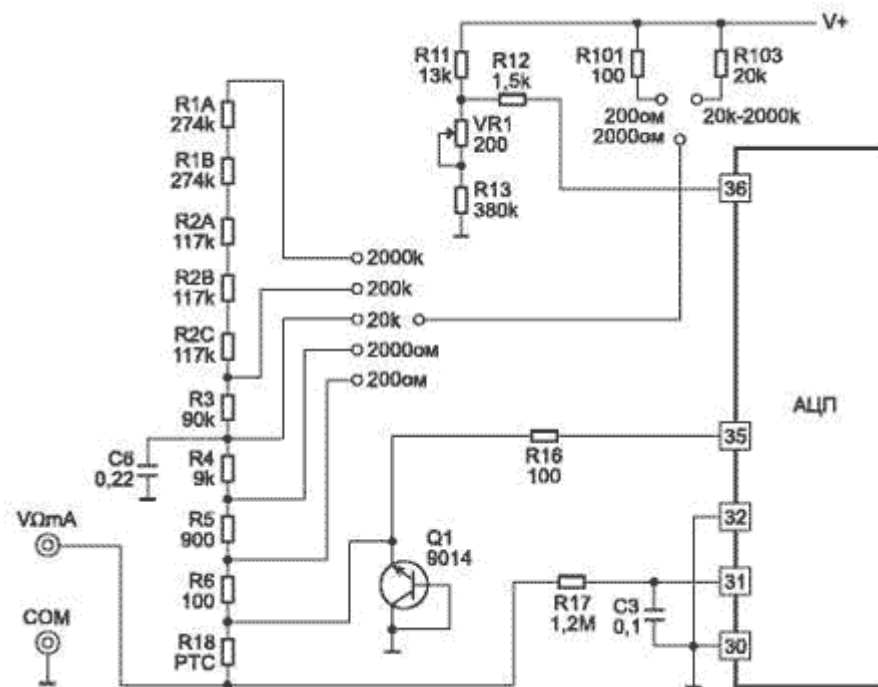

Рис. 6. Упрощенная схема мультиметра в режиме измерения сопротивления
Упрощенная схема мультиметра в режиме измерения сопротивления представлена на рис. 6. В режиме измерения сопротивления используется зависимость, выраженная формулой (2). На схеме видно, что один и тот же ток от источника напряжения  $+LJ$  протекает через опорный резистор  $R_{op}$  и измеряемый резистор  $R_x$  (токи входов 35, 36, 30 и 31 пренебрежимо малы) и соотношение  $U_{BX}$  и  $U_{op}$  равно соотношению сопротивлений резисторов  $R_x$  и  $R_{op}$ . В качестве опорных резисторов используются  $R1...R6$ , в качестве токозадающих используются  $R10$  и  $R103$ . Защита АЦП обеспечивается терморезистором  $R18$  [в некоторых дешевых моделях используются обычные резисторы номиналом  $1...2$  кОм), транзистором  $Q1$  в режиме стабилитрона (устанавливается не всегда) и резисторами  $R35$ ,  $R16$  и  $R17$  на входах 36, 35 и 31 АЦП.